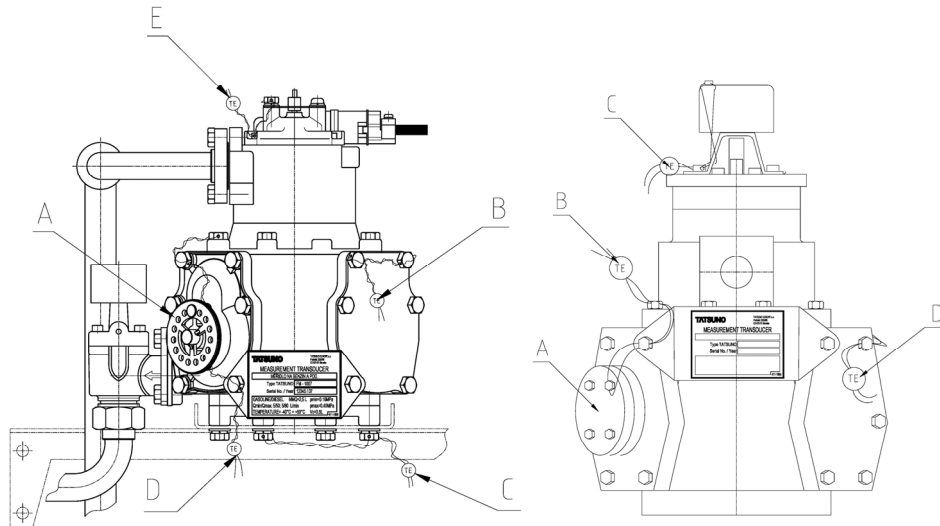

Abbildung 95 – Kolbenmessgeräte PHM (typ FM-1007) und LPG (Typ MP-02524 und FM-1029), A = Kalibrierrad
Die **mechanische Messgerät-Kalibrierung** kann bei den Kolbenmessgeräten FM-1007, MP-02524 (LPG), FM-1029 (LPG), FM-1022 (AdBlue + WSE) erfolgen, und zwar direkt auf dem Messgerät durch Drehen des Kalibrierrads (siehe Abbildung 95) zur mechanischen Einstellung des zyklischen Volumens des Messegerätes. Beim präzise eingestellten Messgerät entspricht eine Umdrehung der Messgerätswelle genau 0,5 Liter des getankten Kraftstoffs und 50 Impulsen, die zum Zähler vom Impulsgenerator (Pulser) gesendet werden. Durch leichtes Drehen des Kalibrierrads im oder gegen Uhrzeigersinn kann die Genauigkeit des Messgeräts im Bereich von $\pm 1,3\%$ schrittweise entsprechend der Änderung von $0,04\%$ korrigiert werden.
- 4) Nach dem Einstellen des Messgeräts wird das Kalibrierrad fixiert und das Messgerät wird verplombt (siehe Abbildung 95, Position B, C, D, E).